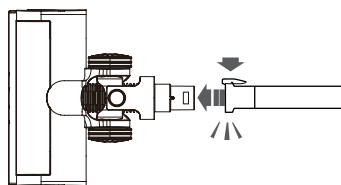

рис. 2
4. Вставьте универсальную щетку в металлическую трубку (рис. 2).